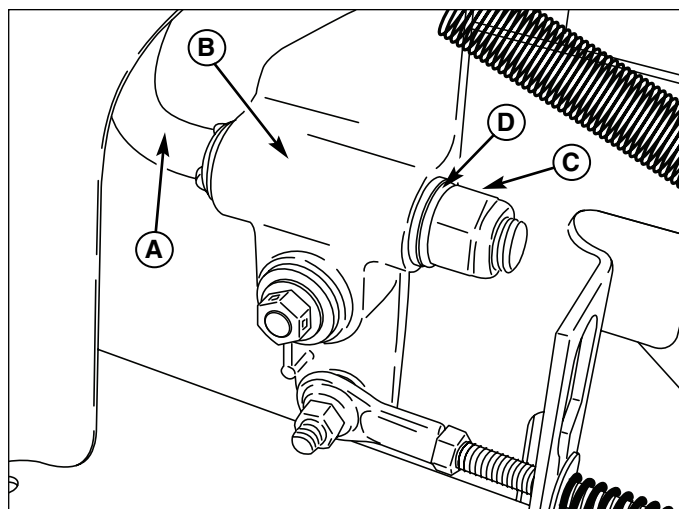

Figure 21A. Réglage de friction des leviers de commande de déplacement
Serrez l'écrou (C, Figure 21A) qui fixe le levier de commande de déplacement (A) sur le support de commande (B) contre la rondelle (D).